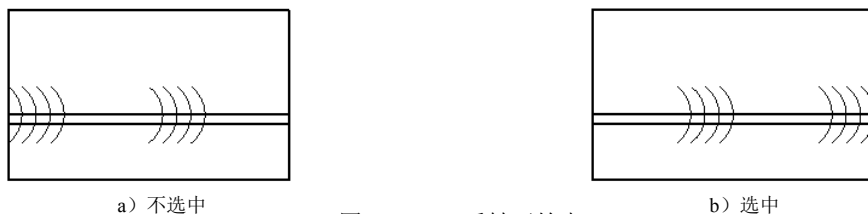

图 6.11.10 反转开始点
- ☑ ☒  反转开始点(E) 复选框: 选中该复选框, 将焊缝的开始点与终点位置对换, 如图 6.11.10 所示。